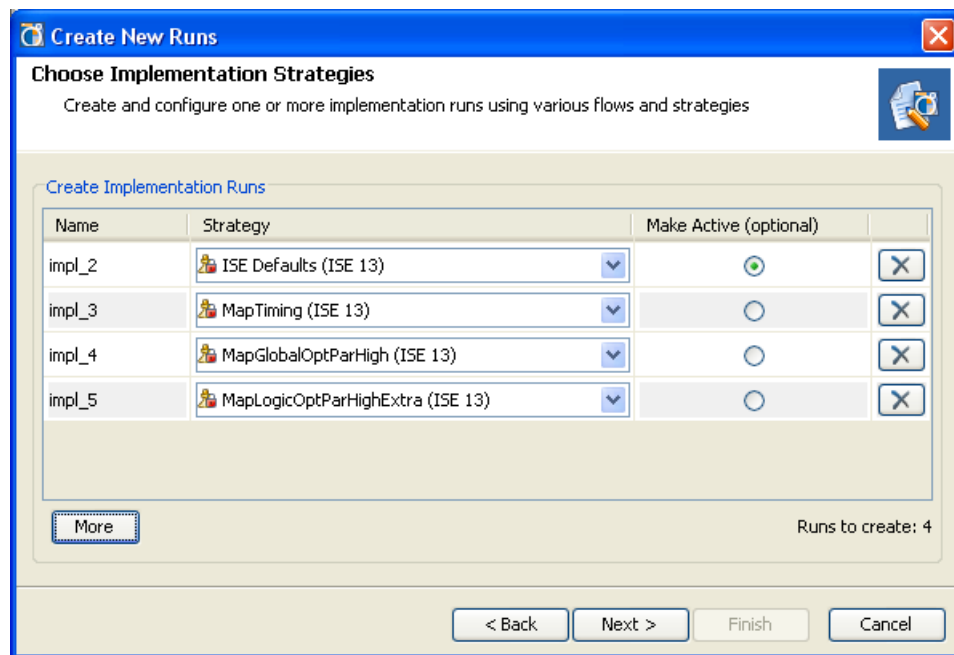

図 9-18 : [Choose Synthesis Strategies] ページ
3. [Next] をクリックし、[Choose Synthesis Strategies] または [Choose Implementation Strategies] ページ (図 9-18) を表示します。